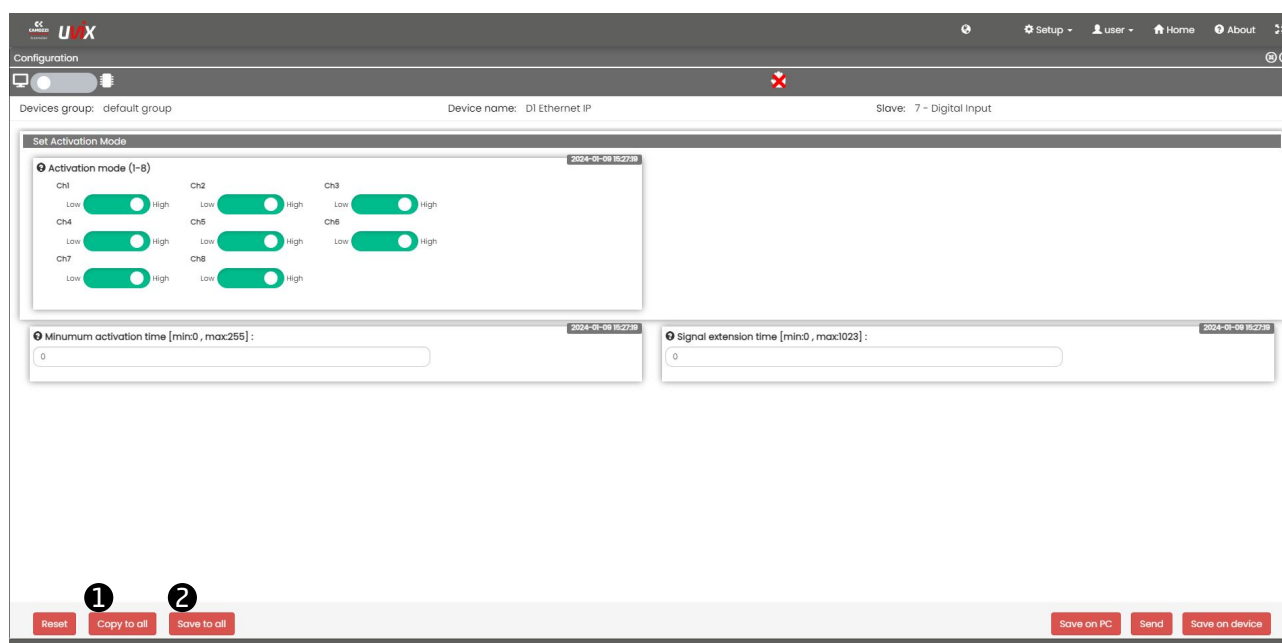

Figura 6.39: Esempio
Una volta entrati nella pagina di configurazione dello slave che si desidera copiare cliccare sul comando **1** "Copy to all" nella parte inferiore sinistra, figura 6.39.
Una volta verificate le informazioni cliccare su "Copy All" per eseguire la copia o "Close" per annullare l'operazione, infine premere sul comando ② "Save to all" in figura 6.39 per salvare permanentemente le nuove configurazioni.